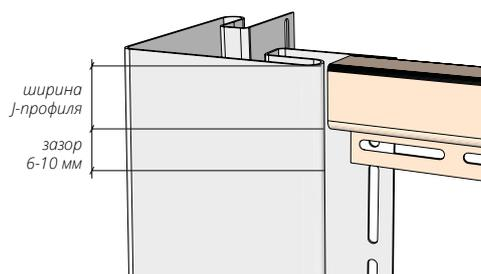

Рисунок 22
12.5 На тыльной части угла делаем вырез равный ширине лицевой планки J-профиля, плюс зазор 6-10 мм (рис. 22, 23).